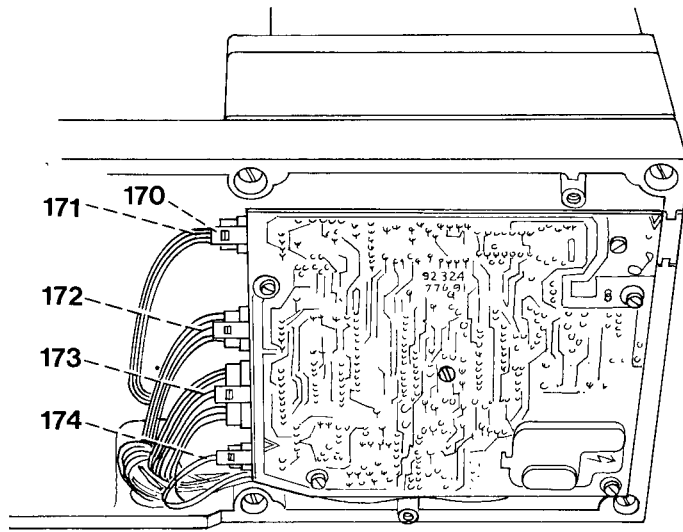

Fig. 50b
- Das Vierer-Steckergehäuse 171 in die Vierer-Stiftwanne (Fig. 50b).